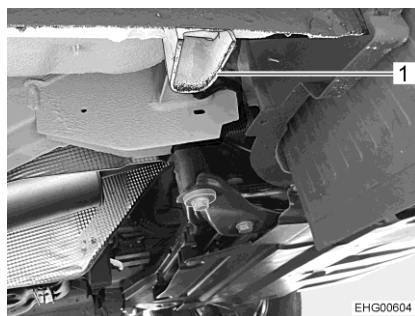

Fig. 245 Fixation essieu avant
- Si une roue doit être changée sur l'essieu avant : Placer le cric sur la fixation (Fig. 245,1) prévue à cet effet.